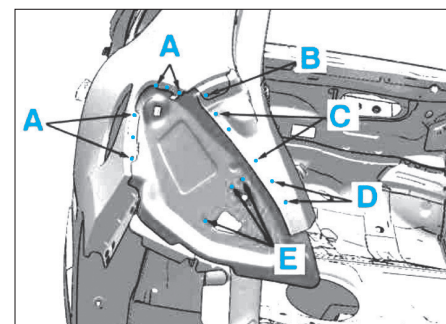

FIG. 56
• Dépointer aux endroits indiqués en A à E (Fig.56).
• Poser et souder la pièce neuve aux endroits indiqués A à M (Fig.56).